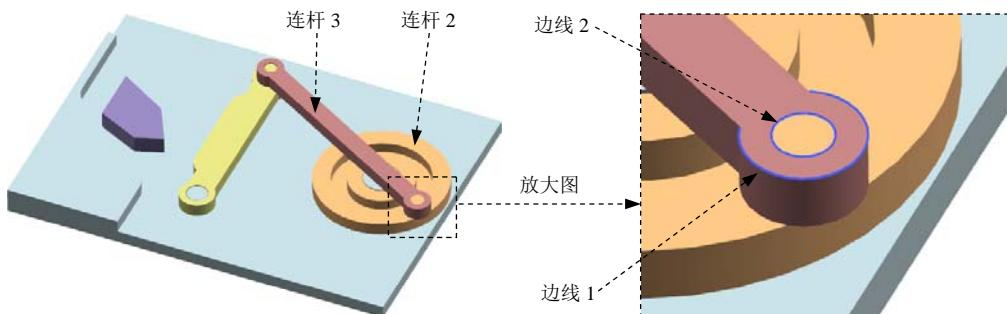

图 8.1.3 定义连杆 2 和连杆 3 中的旋转副
(1) 选择下拉菜单**插入(S)** → **运动副(M)...**命令，系统弹出“运动副”对话框；在“运动副”对话框**定义**选项卡的**类型**下拉列表中选择**旋转副**选项；在模型中选取图8.1.3所示的连杆3中的边线1为参考，系统自动选择连杆、原点及矢量方向。
(2) 在“运动副”对话框**基本**区域中选中**啮合连杆**复选框；单击**基本**区域中的**\*选择连杆(O)**按钮，在模型中选取图8.1.3所示的连杆2中的边线2为参考。
(3) 单击**确定**按钮，完成旋转副的创建。